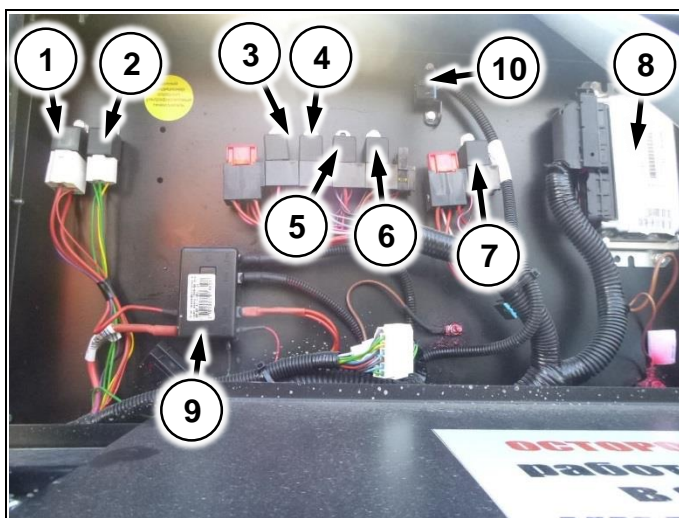

Рис. 16
- (Рис. 16/1) – реле компрессора пневмосистемы
- (Рис. 16/2) – реле компрессора кондиционера
- (Рис. 16/3) – реле зажигания
- (Рис. 16/4) – реле бензонасоса
- (Рис. 16/5, 6, 7) – реле вентилятора охлаждения
- (Рис. 16/8) – блок управления двигателем
- (Рис. 16/9) – силовые предохранители
- (Рис. 16/10) – диагностический разъем